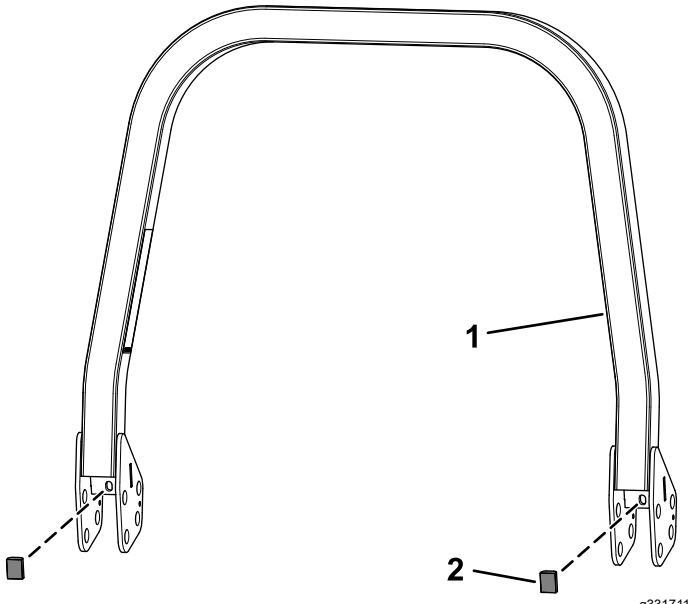

Figura 2
2. Sujete los dos topes al conjunto superior de la barra antivuelco (**Figura 2**).